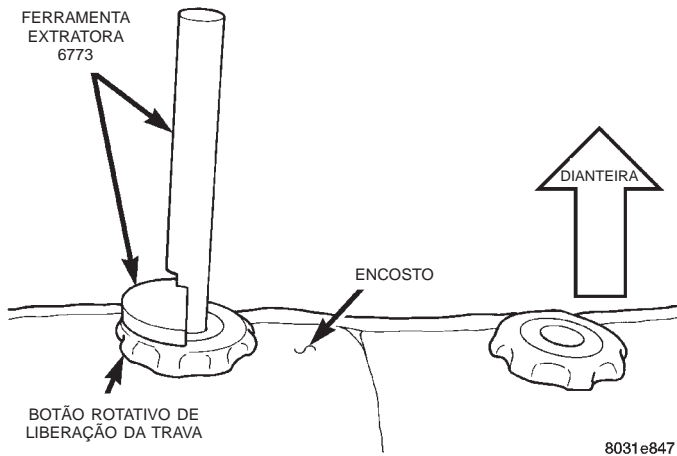

Fig. 4 Posicionamento do Extrator da Bucha do Apoio de Cabeça
- (6) Retire a ferramenta extratora da bucha, gire-a 180 graus (Fig. 4) e repita as etapas 3 e 4.
- (7) Remova a ferramenta extratora da bucha e a bucha do encosto.